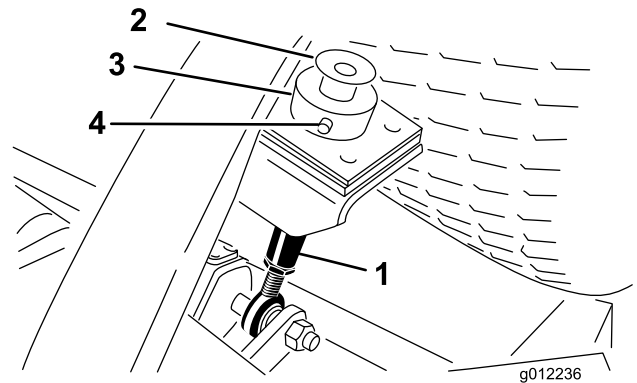

Figura 20
- Retire el perno y la arandela del extremo superior de ambas varillas de ajuste de la altura de corte (Figura 20).
- Retire el pasador de horquilla y la chaveta que fijan el collar de ajuste de la altura de corte a la varilla de ajuste de la altura de corte en la parte trasera de la unidad de corte (Figura 20). Retire el collar de ajuste de la altura de corte.